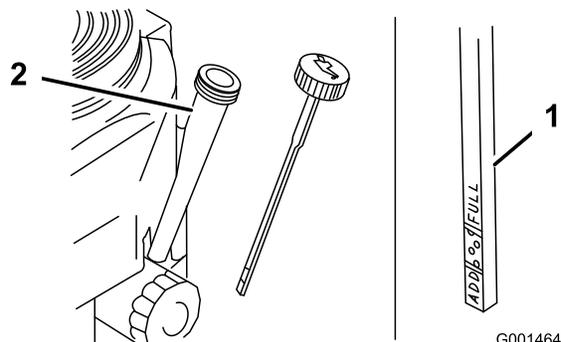

Figure 30
4. Nettoyez la surface autour de la jauge d'huile (Figure 30) pour éviter de faire tomber des impuretés dans l'orifice de remplissage, ce qui endommagerait le moteur.
5. Retirez la jauge d'huile et essuyez soigneusement son extrémité (Figure 30).
6. Remettez la jauge au fond du tube de remplissage, mais sans la visser (Figure 30).
9. Versez avec précaution environ 80 % de la quantité d'huile spécifiée dans le goulot de remplissage (Figure 30)